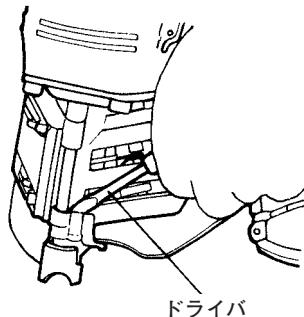

図 22
- 内部につまつた釘を $\ominus$ ドライバなどで取り除きます。(図 22)